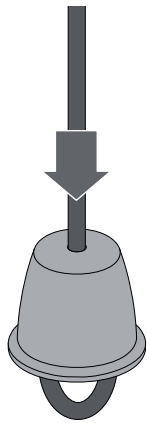

Fig. 1
- **Déverrouillage à câble interne (fig. 1):**